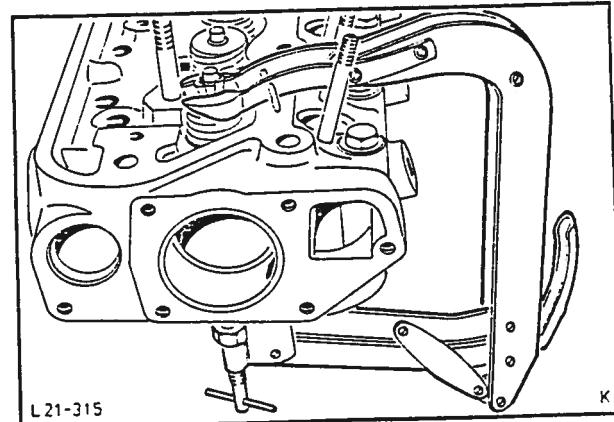

Fig. 132 Press sammen ventilfjæren med en vanlig ventilfjærklemme.
3. Press sammen ventilfjæren med en vanlig ventilfjærklemme, fig. 132. Ta av ventillåsene. Slipp opp ventilfjæren og ta den vekk sammen med ventiltallerknen. Ta vekk oljekasterringen og ventilen. Plasser ventilfjærklemmen på neste ventil og ta ut resterende ventiler på samme måte.